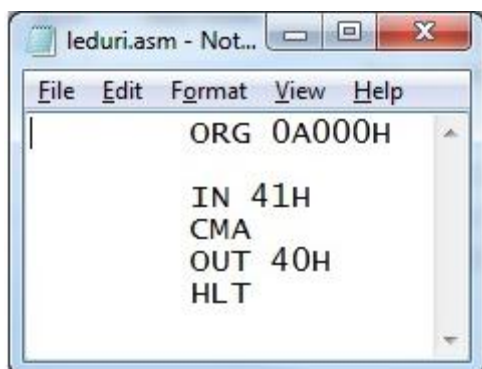

Figura 8. Fișierul leduri.asm
8.3. Să se creeze pe desktop un folder cu numele grupei **110xA/B**. În folderul respectiv să se copie executabilul **ASM85.exe**. Să se creeze un document text nou în care să se scrie următoarele instrucțiuni precizate în figura 8. Să se salveze documentul